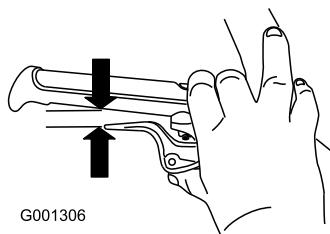

Figure 9
- Serrez le levier complètement contre le guidon, puis vérifiez l'écartement entre le bas du guidon et l'extrémité du levier de débrayage de roue (Figure 9).